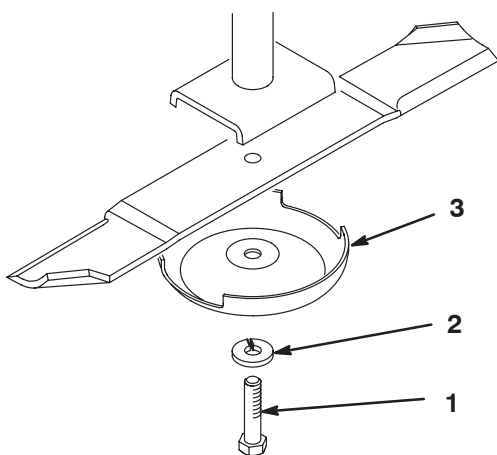

Fig. 26
2. Fatta tag i knivens ände med en trasa eller en tjockt vadderad handske. Ta bort knivbulten, låsbrickan, antiskalbehållaren och kniven från spindelaxeln (fig. 26).